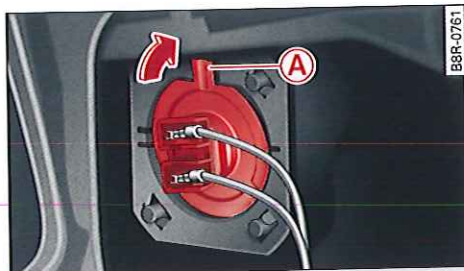

Fig. 256 Phare principal : mise en place de l'ampoule du feu de croisement
- Mettez en place le connecteur en plastique avec l'ampoule neuve, d'abord dans la partie inférieure du boîtier de phare ⇒ fig. 256. Veillez à ce que l'ergot **A** soit orienté au centre vers le haut.